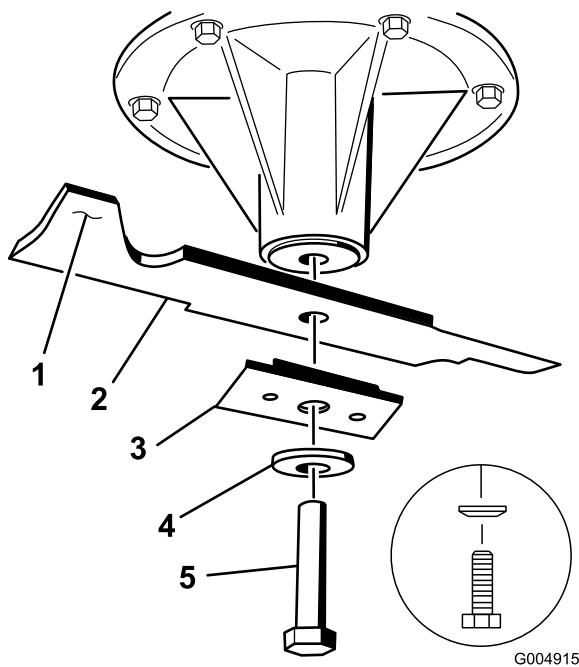

Figura 57
3. En las plataformas de cortacésped de 36 y 52 pulgadas, retire del eje el perno de la cuchilla, la arandela curva, el refuerzo y la cuchilla (Figura 57).
3. En las plataformas de cortacésped de 36 y 52 pulgadas, instale la cuchilla, el refuerzo, la arandela curva y el perno de la cuchilla (Figura 57).